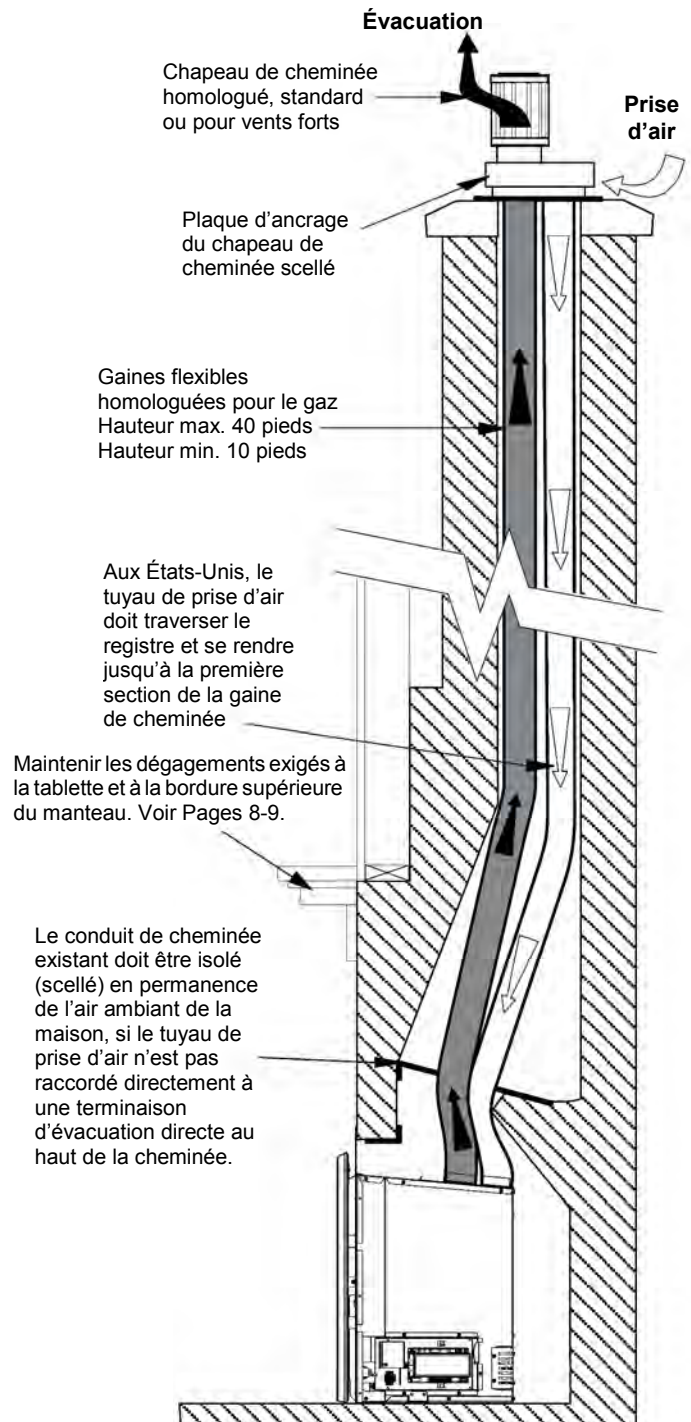

Figure 7. Appareil installé dans un foyer en maçonnerie.
- La hauteur minimale du chapeau de cheminée, à partir du dessus de l'encastable, doit être d'au moins 10 pieds, et la hauteur maximale ne doit pas dépasser 40 pieds. Voir fig. 7 et 8.
Cet appareil doit être évacué par la cheminée en le raccordant à une paire de gaines flexibles en aluminium de 3 pouces (évacuation et prise d'air) homologuées pour appareils au gaz. Un conduit est raccordé à la buse d'évacuation sur le dessus de l'appareil, et doit évacuer les gaz d'évacuation à l'extérieur de la maison. La gaine de ce conduit d'évacuation doit traverser toute la longueur de la cheminée et se raccorder directement au chapeau de cheminée. Voir fig. 7 et 8.
L'autre gaine de 3 pouces doit être raccordée à l'orifice de prise d'air de l'appareil, pour fournir l'apport d'air frais (air de combustion) à l'appareil. Cette gaine doit dépasser d'au moins 6 pieds à travers la zone du registre du foyer, pour entrer dans la première section de la gaine de cheminée. Cette gaine peut aussi traverser toute la longueur de la cheminée et se raccorder au chapeau de cheminée. Voir fig. 7 et 8.
Si le conduit flexible de la prise d'air ne traverse pas toute la longueur de la cheminée, jusqu'au chapeau de cheminée : **UNE PLAQUE DE BLOCAGE EN MÉTAL DOIT ÊTRE FABRIQUÉE ET INSTALLÉE AU-DESSUS DE L'APPAREIL, SOUS L'EXTRÉMITÉ DU CONDUIT DE PRISE D'AIR** (normalement dans la zone du registre). Voir fig. 7.